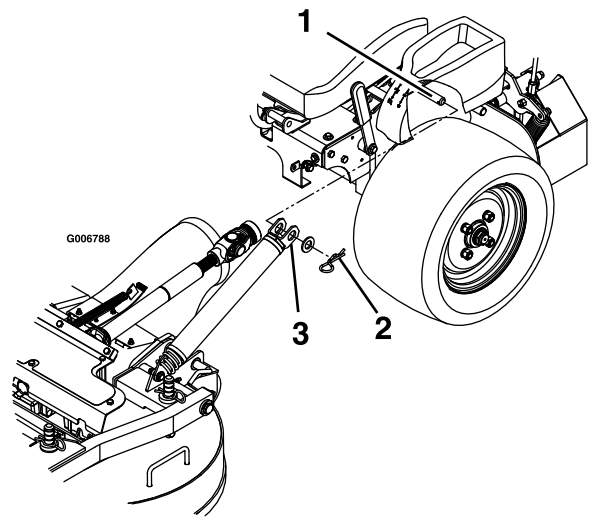

Figura 69
3. Retire las chavetas y las arandelas de la parte superior del muelle de elevación asistida en cada lado de la unidad (Figura 69).
8. Instale los muelles en las clavijas de anclaje situadas debajo de las consolas derecha e izquierda y sujételos con una arandela y una claveta (Figura 69).